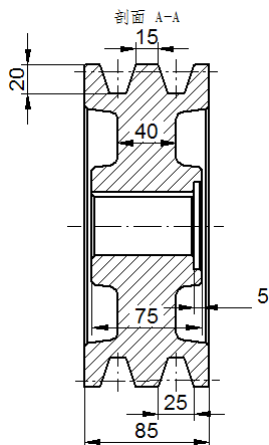

图 10.1.22 标注线性尺寸
(1) 标注线性尺寸。确认“尺寸类型”为“额定”状态，然后标注全剖视图的线性尺寸，结果如图 10.1.22 所示。